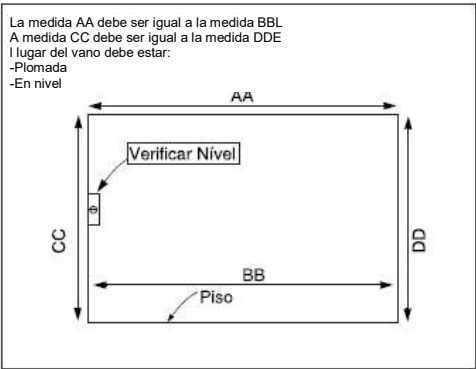
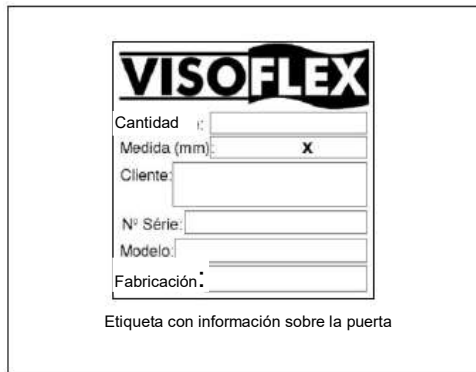

Figura 8
Figura 9
1. Para verificar las medidas del vano, se debe verificar  $AA=BB$  y  $CC=DD$  (vea la figura 8). Compare con la información de fabricación de la puerta que se encuentra en la etiqueta fijada dentro del panel de comando (vea la figura 9). Las medidas de fabricación se describen en el campo “Medida (mm)”, siendo la medida considerada el ancho del vano x la altura del vano.